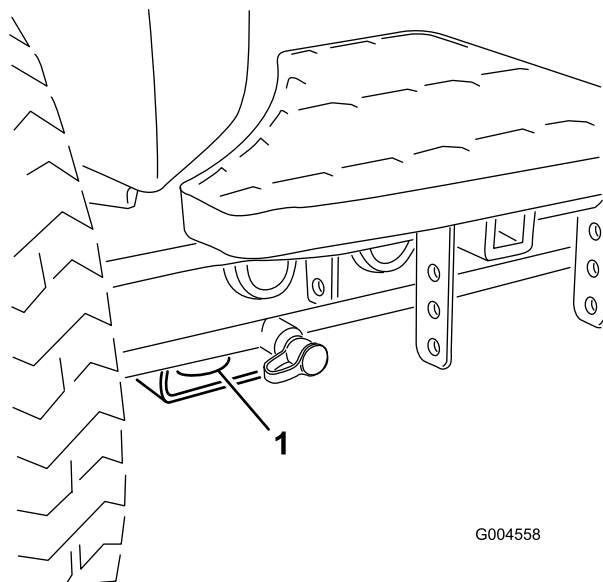

図 44
- ・ 前：各前輪の内側、アクスルチューブの下にある四角いパッド(図 44)